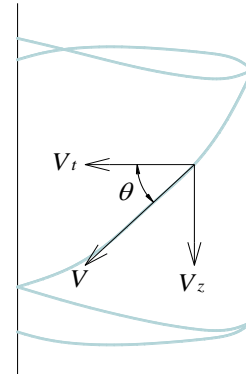

Figura 4. Velocidades del flujo en la sección 2.
- El ángulo θ del flujo anular que forma la velocidad absoluta con la horizontal, en grados. figura 4.